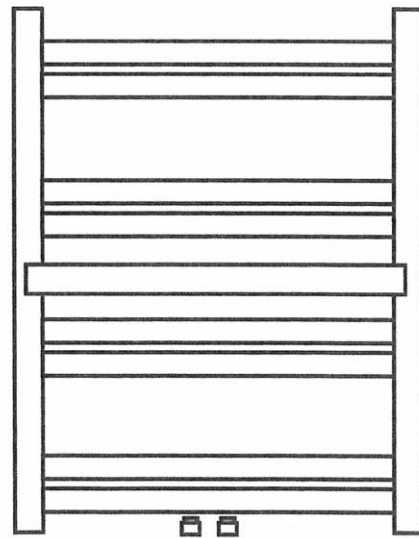

Fig. 7
6. W siódmej odmianie grzejnik listwowy pokazany na rysunku Fig. 7 w widoku z przodu, posiada 4 zestawy po 2 szt. listew grzejnych oraz jeden reling, który jest usytuowany – patrząc od góry grzejnika – w następującej kolejności: dwa radiatory od góry, reling i dwa radiatory od dołu grzejnika.